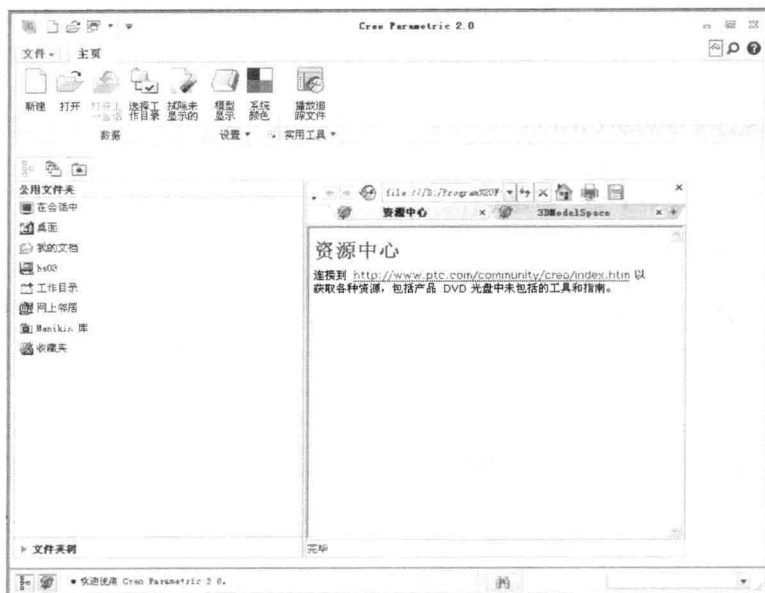

图 1-3 Creo Parametric 2.0 工作窗口
步骤 (3) 启动界面消失后, 系统进入 Creo Parametric 2.0 工作窗口, 如图 1-3 所示。